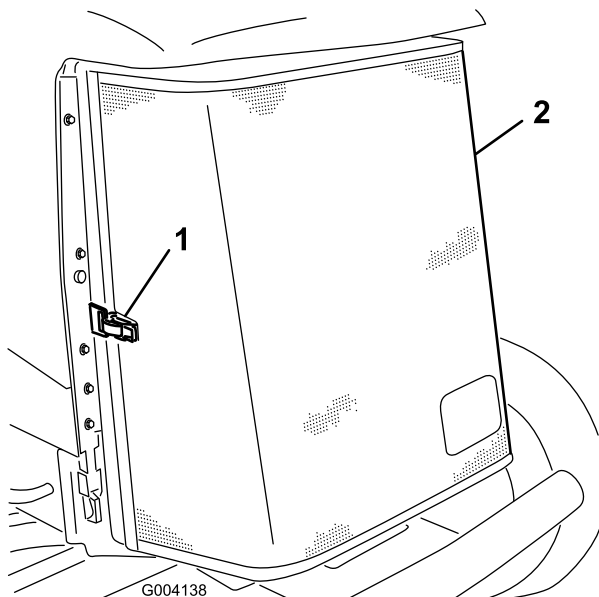

Figura 66
3. Desprenda a braçadeira e articule para abrir o painel traseiro (Figura 66).